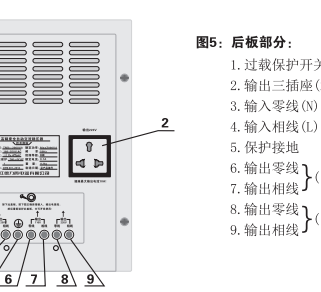

图2: TND3-500VA~10kVA正面板
3.1 TND3-500VA~10kVA高精度全自动交流稳压器面板外形见图2。